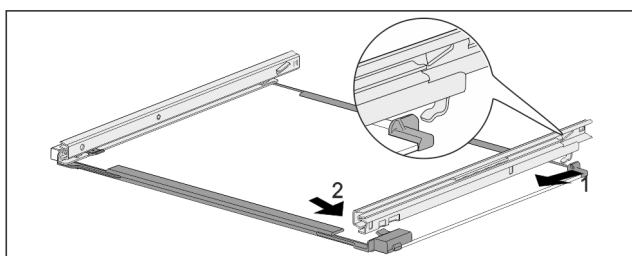

Fig. 72 Glashylla med skenor
- ▶ Haka fast skena baktill. Fig. 72 (1)
- ▶ Haka fast skena framtill. Fig. 72 (2)